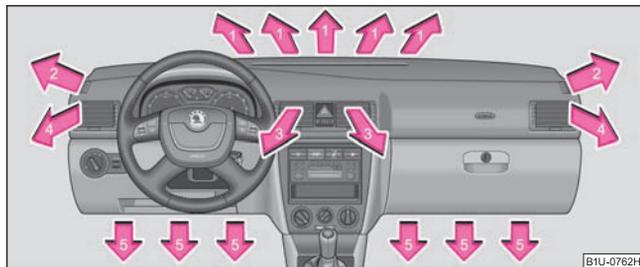
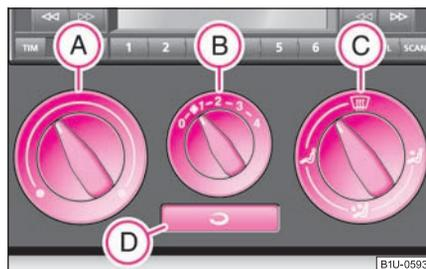

Fig. 99 Diffuseurs d'air
Fig. 100 Chauffage: Éléments de commande
Le flux d'air des divers diffuseurs se règle au moyen du régulateur **C** ⇒ fig. 100. Les diffuseurs d'air **3** et **4** ⇒ fig. 99 peuvent être ouverts et fermés séparément.
Selon la position du régulateur rotatif **A** ⇒ fig. 100 et les conditions climatiques, l'air sortant des diffuseurs est réchauffé ou non. ■
- Faites tourner le régulateur rotatif **A** ⇒ fig. 100 vers la droite pour augmenter la température.
⇒ page 86, fig. 100.